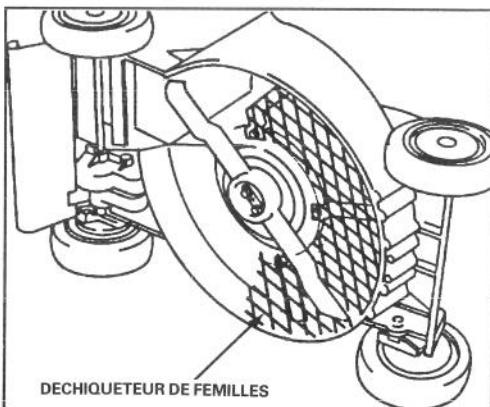

Figure 33
3. Kit de déchiqueteur de feuilles, modèle N° 59180 – Se monte au-dessous de la tondeuse en quelques minutes sans avoir à retirer la lame. Les feuilles sont déchiquetées en menus morceaux qui peuvent facilement être aspirés dans le sac à herbe et facilement jetés (Fig. 33).